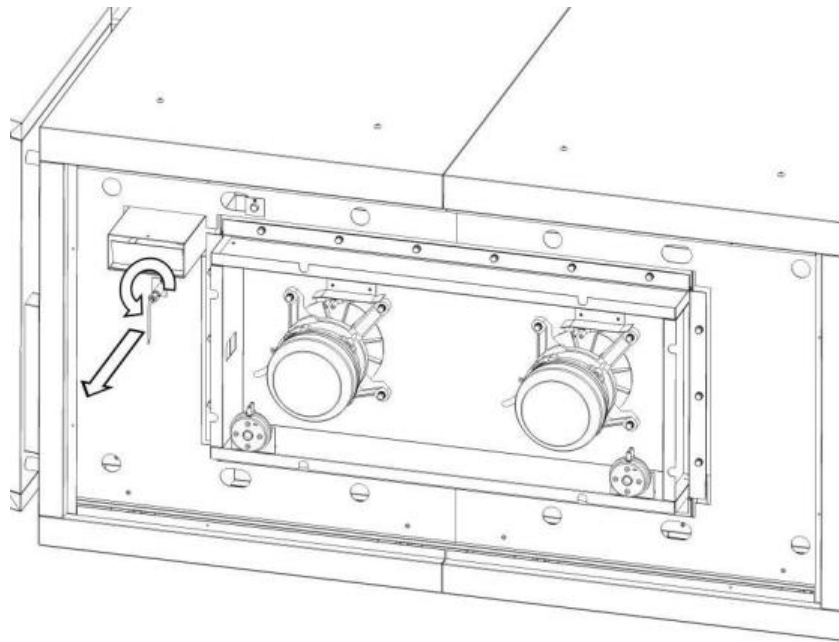

Рис. 12B
5. С помощью ключа 12 раскрутите монтажную гайку опоры и снимите датчик (рис. 12B).